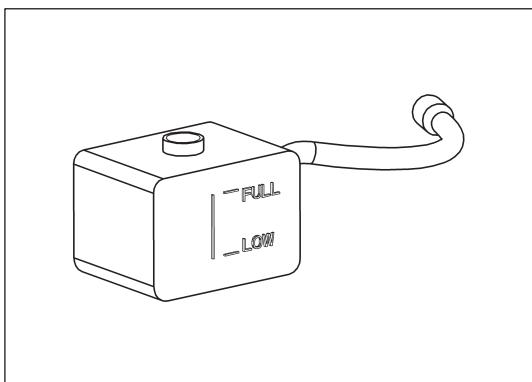

Рис. 10-2-4. Проверка уровня охлаждающей жидкости
- (2) Заливка охлаждающей жидкости
- ① Рекомендуется использовать охлаждающую жидкость, содержащую более 50% этиленгликоля.
- g) Добавить охлаждающую жидкость в расширительный бачок до отметки «FULL», как изображено на рис. 10-2-4.
- (3) Проверить на наличие утечек охлаждающей жидкости